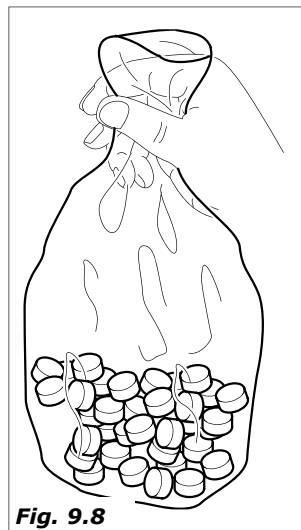

Fig.9.8
- sacar el cubo de los posos de café, (versiones de café en grano) (Fig.9.8)